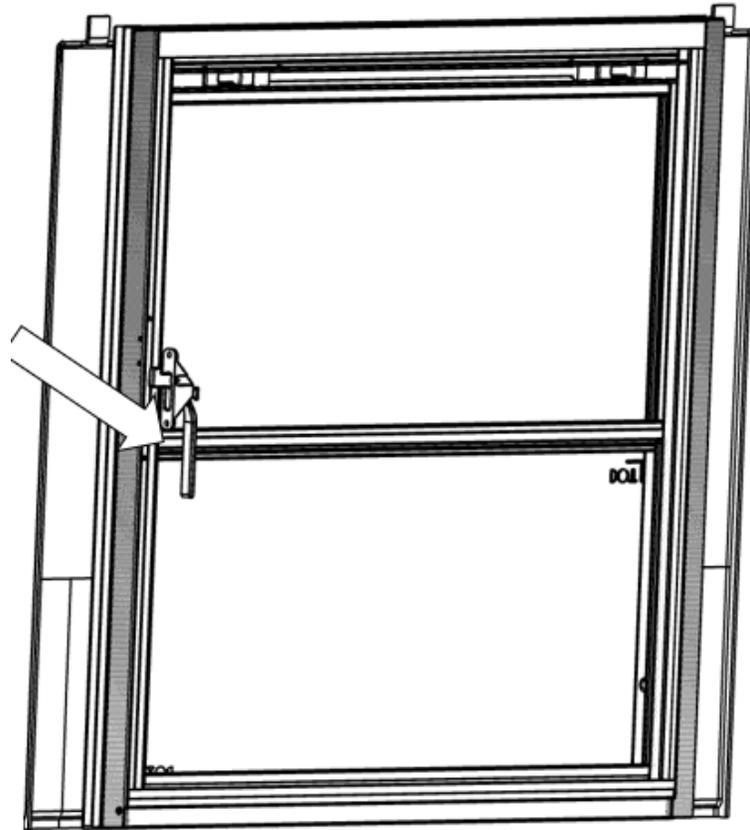

Figure 4 - Fenêtre de secours basculante
13. Sur chacune des fenêtres, soulevez la poignée rouge et poussez (Figure 4).